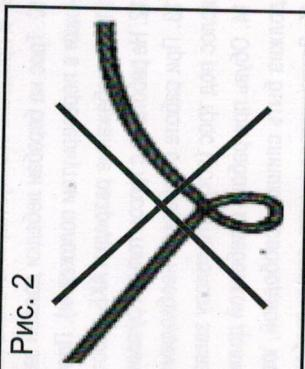

Рис. 2
- a) Если образуется изгиб или петля (рис. 2), остановите работу и выпрямите трос. После этого можно продолжить работу.